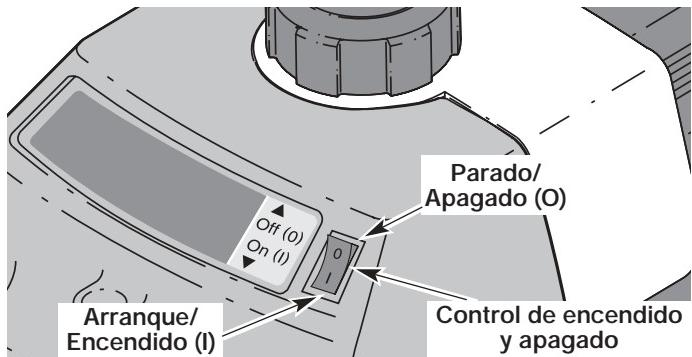
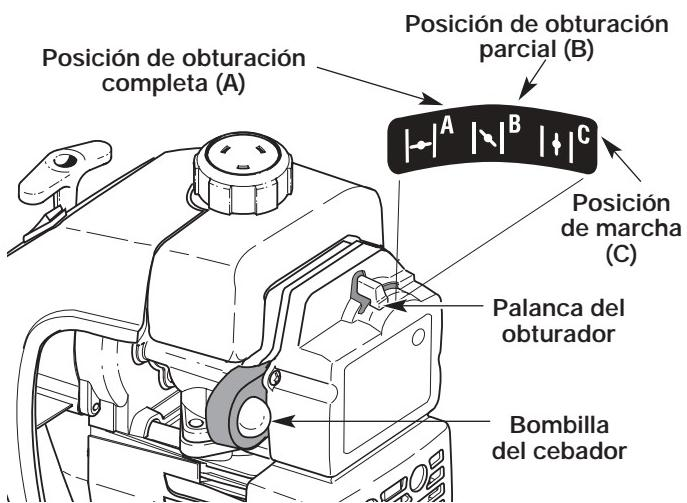

Figure 6
Figure 7
2. Coloque el control de encendido y apagado en posición de **ENCENDIDO (I)** (Fig. 6).
3. Oprima y suelte por completo la bombilla del cebador lentamente de 10 veces. El combustible debe estar visible en la bombilla (Fig. 7). Si el combustible no está visible, oprima tres (3) veces más o hasta que lo vea.
4. Coloque la palanca del obturador en posición de obturación **COMPLETA (A)** (Fig. 7).
6. Coloque la palanca del obturador en posición de obturación **PARCIAL (B)** (Fig. 7).
NOTA: *Si el motor se inunda al intentar arrancar la unidad, coloque la palanca del obturador en la posición de **MARCHA (C)** (Fig. 7). Oprima el control del regulador. Tire de la cuerda de arranque rápidamente. El motor debe arrancar luego de tres (3) a ocho (8) tirones.*
9. Oprima el control del regulador para calentar el motor de 5 a 10 segundos. Coloque la palanca del obturador en posición de **MARCHA (C)** (Fig. 7).
NOTA: *No es necesario usar el obturador cuando arranque un motor que ya está caliente. Coloque el control de encendido y apagado en posición de **ENCENDIDO (I)** (Fig. 6) y arranque en posición de obturación **PARCIAL (B)**. Cuando arranque, ponga el obturador en la posición **MARCHA (RUN) (C)** (Fig. 7).*
2. Coloque el control de encendido y apagado en posición de **APAGADO (O)** (Fig. 6).